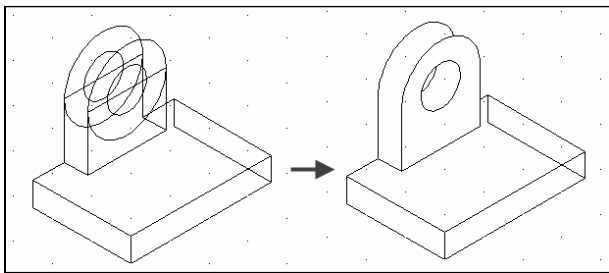

图 7-12 复制轴测圆并修剪图形对象
(7) 复制刚绘制的轴测圆，然后对直线和圆弧进行修剪，把被“挡住”的图形对象删除，结果如图 7-12 所示。